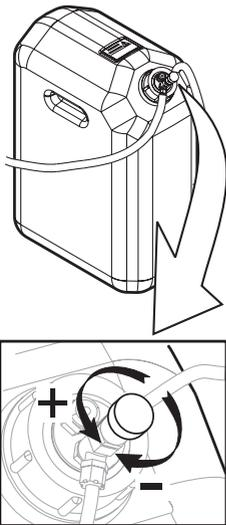

Abb.13
- Regulieren Sie die Intensität der Schaumabgabe über den Durchflussregler, der sich am Behälterverschluss befindet (Abb. 13).